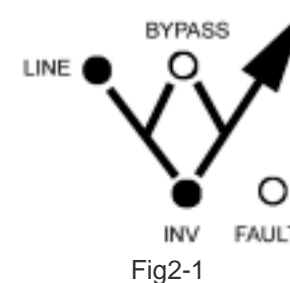

Fig2-1
4. Allumez l'onduleur, il passera du mode bypass en mode normal après 20 secondes (Le panneau des LEDS s'allume comme indiqué dans la figure 2.1).
Tant que le courant du secteur ne présente aucune anomalie de coupure, l'onduleur reste en mode normal : il recharge ses batteries, son panneau des LEDS s'affiche comme indiqué dans la figure 2.1.